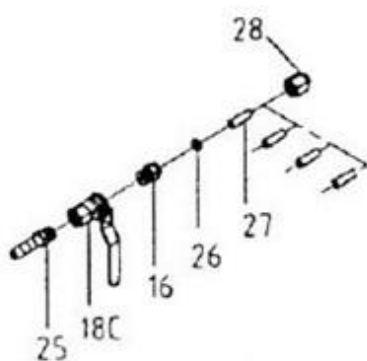

Figura 5
5. Consultați Figura 5 pentru a instala supapa de închidere a duzei (18-C).